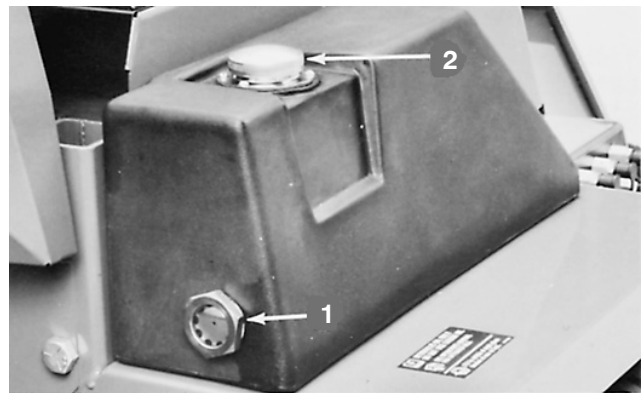
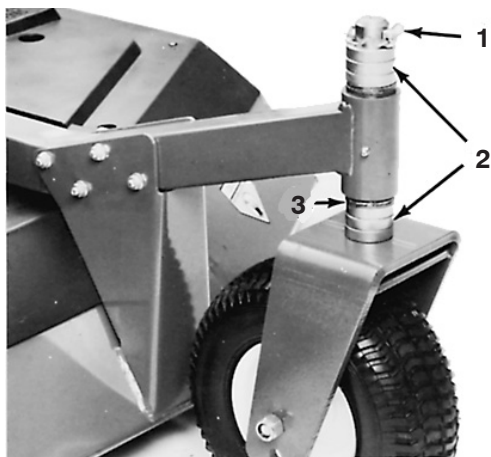

Figure 9
Figure 13
1. Vérifiez le niveau de liquide chaque jour par le viseur situé à l'arrière du réservoir hydraulique (Fig. 9). Quand l'huile est froide, le niveau est légèrement en dessous du centre du viseur. Il devrait toutefois arriver au centre du viseur quand l'huile est chaude.
2. Si le niveau d'huile est bas, ajoutez de l'huile hydraulique dans le réservoir (Fig. 9) (voir Entretien du système hydraulique, page 47).
4. Sur tous les autres ensembles de roues pivotantes, retirez la goupille à anneau des axes de fourches (Fig. 13). Déposez l'ensemble axe de fourche et entretoise du bras de pivot (Fig. 13). Placez des entretoises sur l'axe de pivot à la hauteur de coupe voulue et posez l'axe de fourche dans le bras (Fig. 9). Posez les entretoises restantes sur l'axe et fixez les ensembles avec la goupille à anneau (Fig. 13).